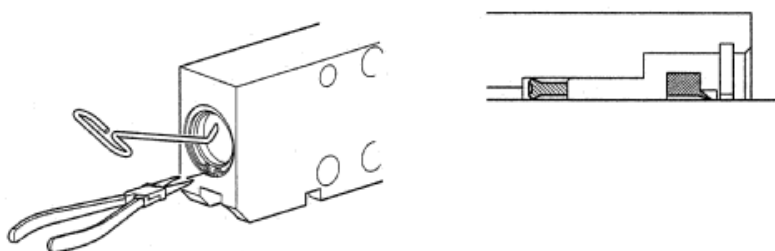
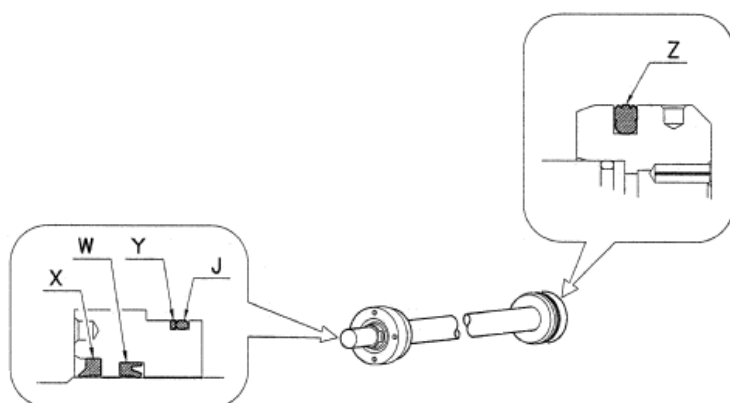

Fig.04-05
Fig.06
- b) Contrôle des cylindres ; en cas de perte d'huile il faut remplacer les joints (pour le translateur voir **Fig.04-05** ; pour la pince voir **Fig.06**) et il faut faire un contrôle soigné de la tige : s'il y a des bosses ou des rayures il faut remplacer la pièce.
- f) Pour le modèle avec déplacement vérifier l'étanchéité du cylindre ; une perte éventuelle du joint de la tige demande le remplacement du joint (**Fig.04-05**).